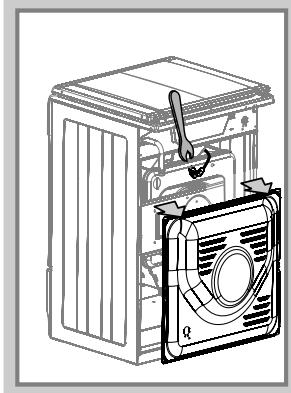

Рис.17
- при помощи ключа выкрутить и заменить сопло (рис.17). Если доступ затруднен, нужно: